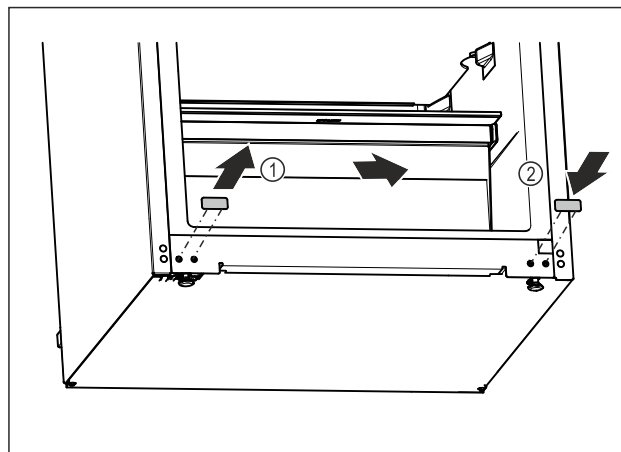

Fig. 13
- ▶ Retirar el tapón de la tapa. Fig. 13 (1)
- ▶ Insertar el tapón de la tapa en el lado opuesto. Fig. 13 (2)